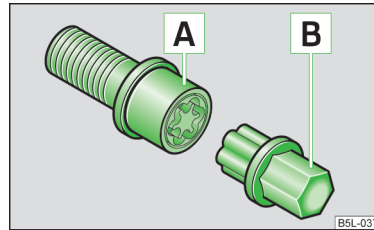

Fig. 144
- Introduzca el adaptador **B** » fig. 144 con su lado dentado hasta el tope en el dentado interior del tornillo de rueda antirrobo **A**, de tal modo que ya sólo sobresalga el hexágono exterior.